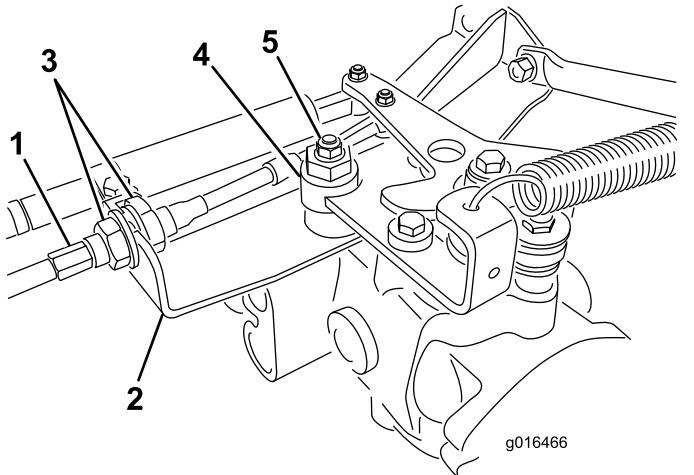

Figura 46
- A. Allentate entrambi i controdadi che fissano il cavo di comando della trazione alla paratia dell'igrostat (Figura 46). Verificate che i controdadi siano ugualmente allentati, in modo sufficiente da consentire la messa a punto.
**Nota:** Allentate il dado che fissa l'eccentrico alla parte superiore dell'igrostat (Figura 46).
- E. Quando la ruota cessa di girare, serrate il dado di bloccaggio dell'eccentrico per mantenere la messa a punto (Figura 46).
- G. Da ambo i lati della piastra serrate in modo uniforme i dadi che fissano il cavo di trazione alla piastra (Figura 46). Non torcete il cavo.